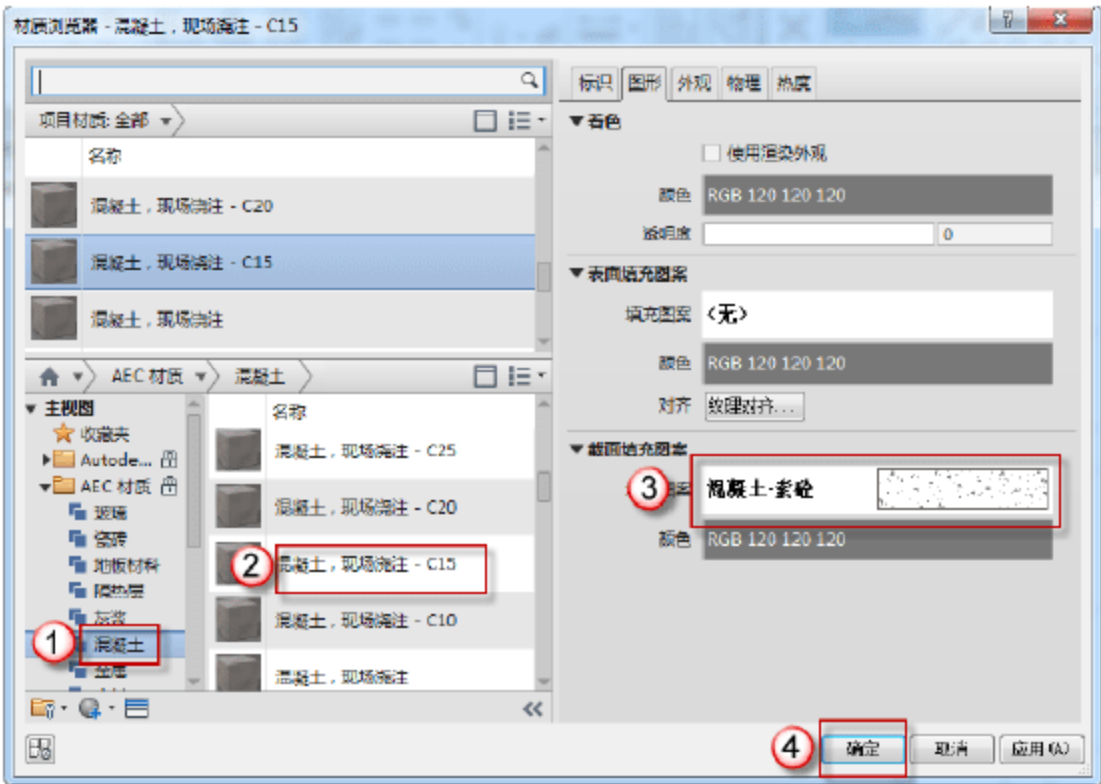

图 9.2.15 编辑“结构[1]”材质
(13) 编辑“结构[1]”材质。在“编辑部件”对话框中，单击“结构[1]”对应的“材质”单元格右上角的“浏览”按钮，在弹出的“材质浏览器”对话框中，在“AEC 材质”下选择“混凝土”→“混凝土，现场浇注-C15”，填充图案选择“混凝土-素砼”。单击“确定”按钮，如图 9.2.15 所示。